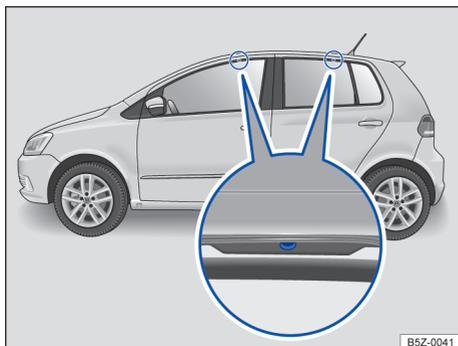

Fig. 113 Pontos de fixação dos suportes de base do bagageiro do teto (ambos os lados).
Os furos ou marcações dos pontos de fixação dos suportes de base ficam visíveis com a abertura das portas (dianteiras e traseiras) do veículo e encontram-se no lado nas vigas do teto → **Fig. 113** (lupa). Os furos ou marcações para fixação atrás encontram-se no lado inferior das vigas do teto → **Fig. 113** (lupa direita).
- Fixar os suportes de base somente nas marcações indicadas na figura → **Fig. 113**.